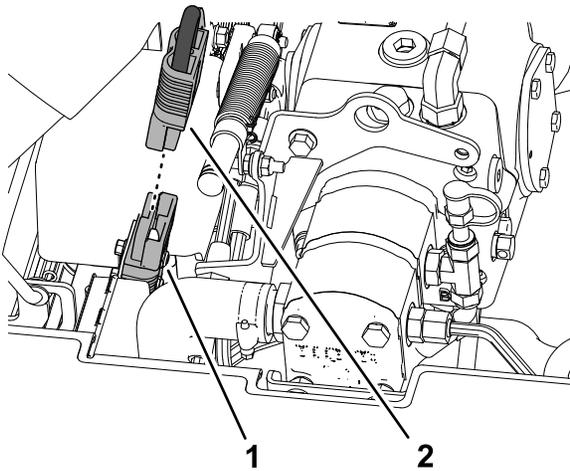

**Figura 4**
**Desenchufe siempre los conectores de alimentación antes de trabajar en las unidades de corte (Figura 4).**
1. Desenganche la base del asiento, incline el asiento y la base para abrirlos, y coloque las varillas de sujeción (Figura 4).